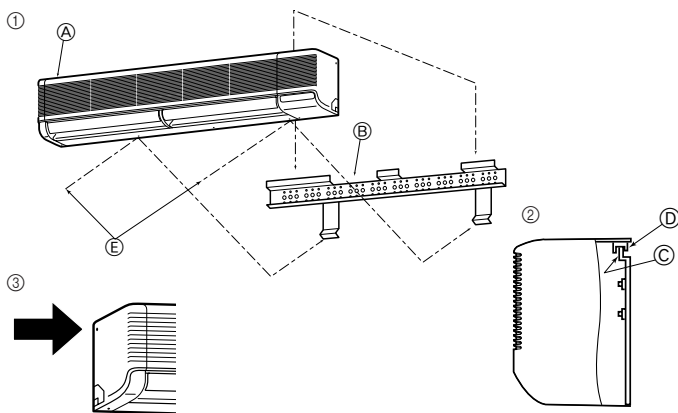

Fig. 3-11
3.4. 固定室内机组 (Fig. 3-11)
- ① 务必将室内机组的金属钩挂在墙上装置的钩子上。
- ② 管道安装工作完成之后，用固定螺钉将室内机组固定在墙上装置上。